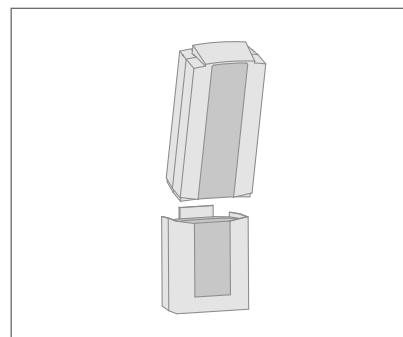

Abbildung 13. Einschieben/Entnehmen des Akkus und des Ladegerätes
2. Legen Sie den unteren Teil des Akkus in das an der Wand angebrachte Ladegerät ein, wobei der obere Teil (Hebel) des Akkus ein wenig aus der Halterung ragt (siehe Abbildung 13).